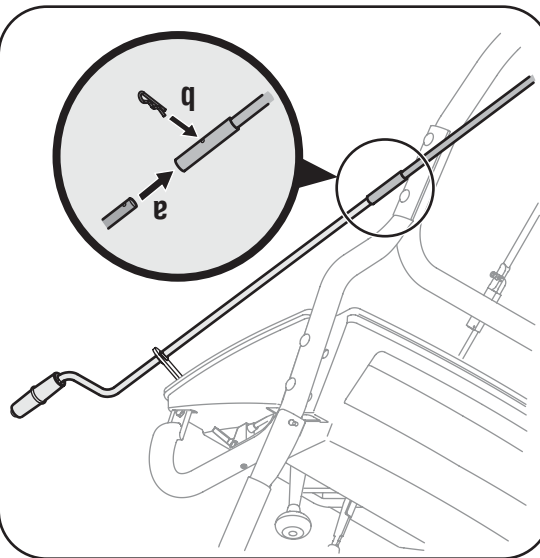

Figure 3-3
- Dégagez la goupille fendue de l'extrémité de la manivelle supérieure de la goulotte. Entoncez la manivelle supérieure dans la manivelle inférieure. Des pinces peut aider dans ce travail. Voir la Figure 3-3.
- a. Alignez les trous sur les manivelles. Voir la Figure 3-3.